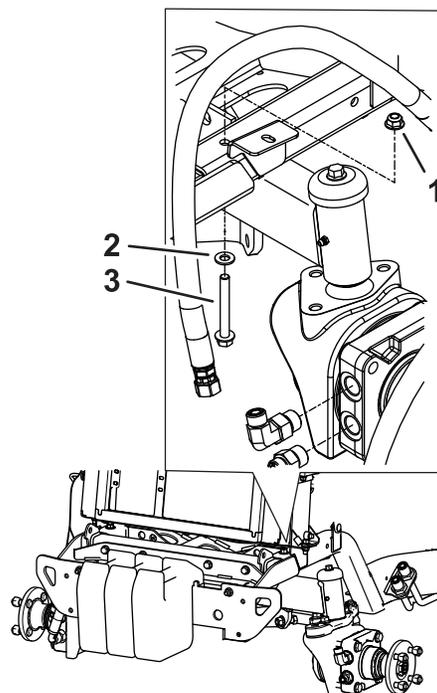

Figura 6
10. Retire la tuerca y el perno existentes bajo el radiador que fija el soporte del parachoques (Figura 6).